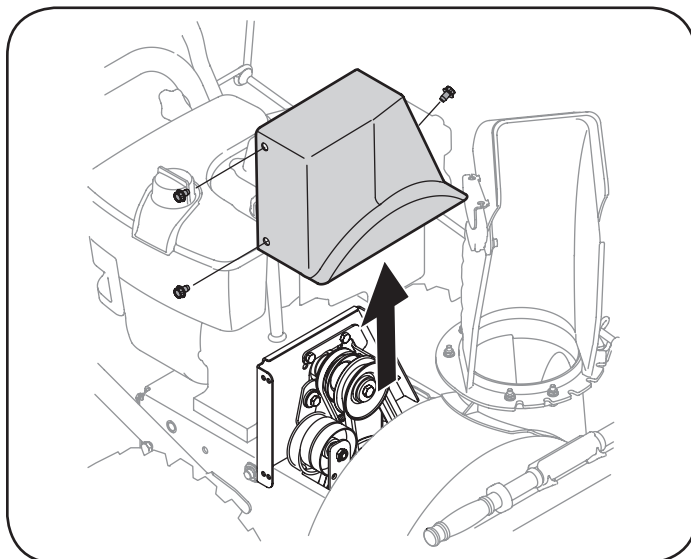

Figura 22
2. Retire la cubierta plástica de la correa, ubicada cerca del motor. Para ello saque los tres tornillos autorroscantes que la sujetan. Vea la Figura 22.